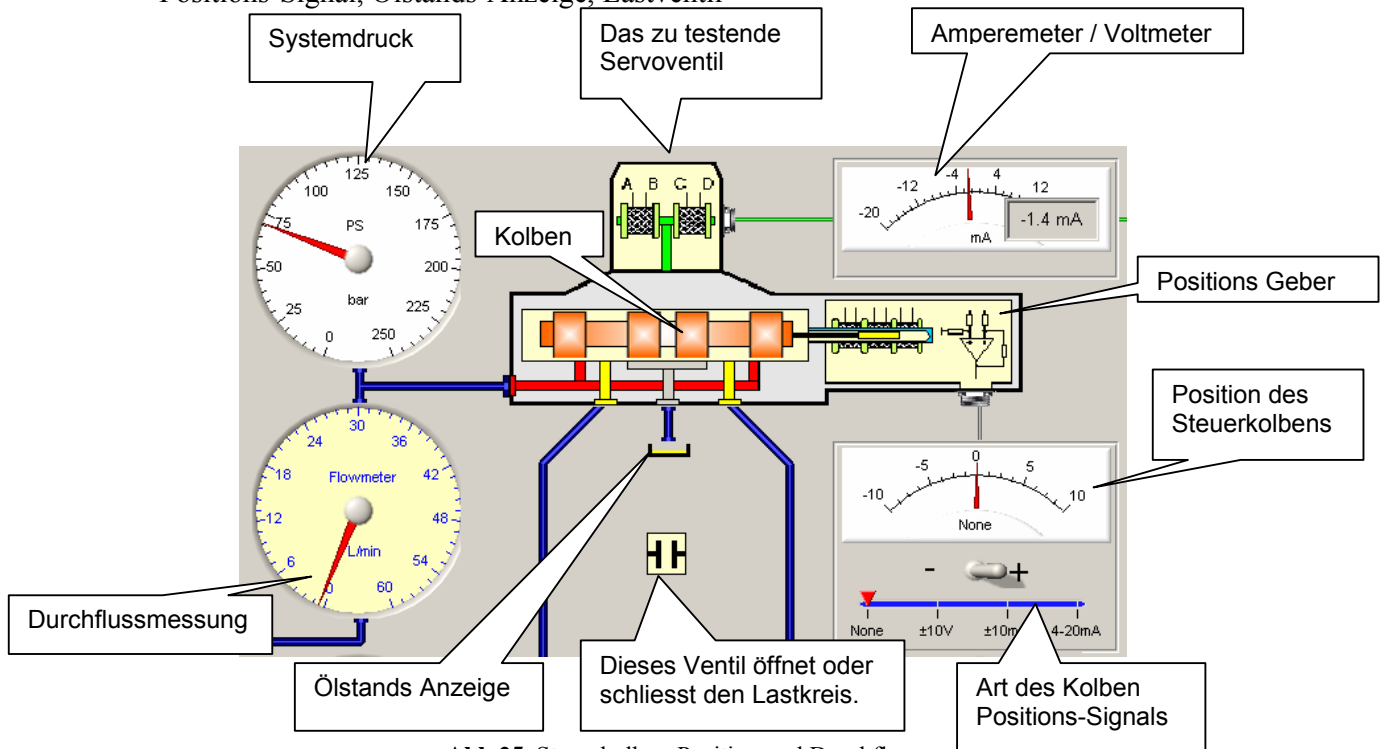

Abb.25. Steuerkolben-Position und Durchfluss
9. Schließen Sie das Lastventil (Abb. 25).
11. Der Systemdruck wird angezeigt (Abb.25). Die Durchflussmessung zeigt den Leckagefluss.